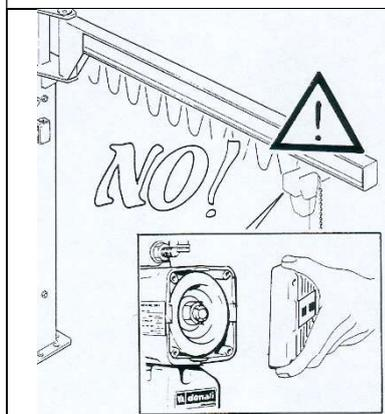

fig. 85
- **NUNCA** modifique los ajustes de los dispositivos de seguridad (fin de carrera, dispositivo de fricción) - (fig. 85)